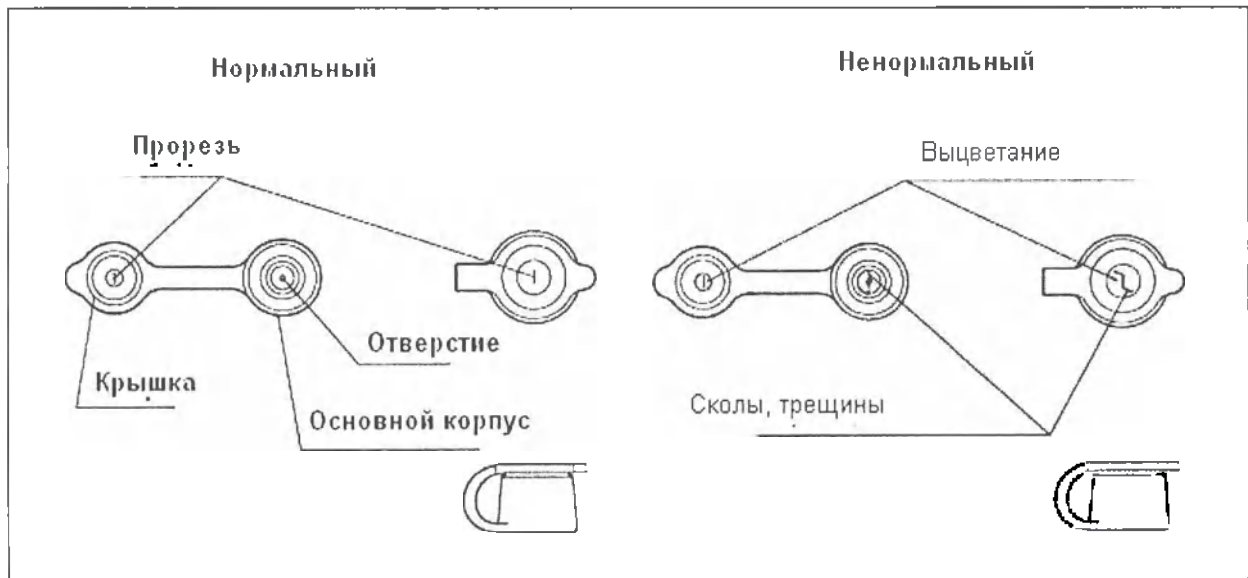

Рисунок 3.8
1. Убедитесь, что прорез и отверстие клапанов биопсии не повреждены, без трещин, не деформированы, не выцвели, а также наличие других повреждений (смотрите Рисунок 3.8).